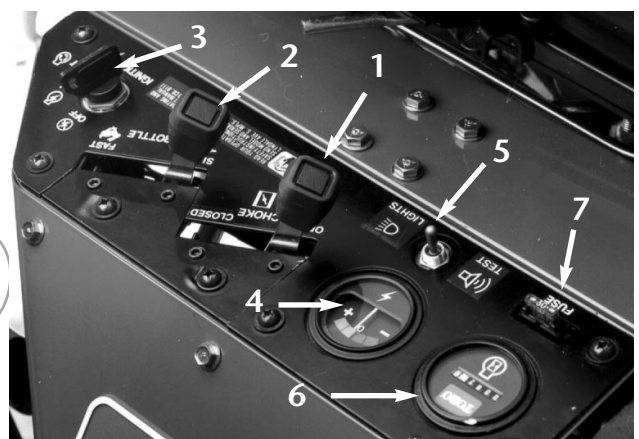

Fig. 6
**COMANDO DEL GAS** (Fig. 6)—Il comando del gas regola il regime del motore. Spingere il comando del gas verso FAST per incrementare il regime, verso SLOW per ridurlo.
**LEVETTA DELL'ARRICCHITORE** (Fig. 6)—Per avviare il motore freddo, chiudere l'arricchitore della miscela spostando in avanti la levetta, in posizione CLOSED. Avviato il motore, regolare in modo da mantenerne la marcia regolare. Non appena possibile, tirare indietro la leva dell'arricchitore, in posizione OPEN. Se il motore è caldo occorre poco arricchitore, o nulla.
**INTERRUTTORE DI ACCENSIONE** (Fig. 6)—Inserire la chiave nell'interruttore e girarla in senso orario, in posizione START per avviare il motore. Rilasciare la chiave non appena il motore si avvia. Per spegnere il motore, girare la chiave in senso antiorario, su OFF.
**AMPEROMETRO** (Fig. 6)—L'amperometro fornisce indicazione della carica e scarica della batteria.
**FUSIBILE** (Fig. 6)—Il fusibile a 20A fa parte del circuito elettrico.
**RIVELATORE DI PERDITE/INTERRUPTORE DEI FARI** (Fig. 6)—Dalla posizione operativa centrale, tirare indietro l'interruttore per verificare il funzionamento dell'allarme di rivelazione fuoriuscite e del ritardo. Spostare in avanti l'interruttore per azionare i fari optional.
**CONTAORE** (Fig. 6)—Indica il totale delle ore di funzionamento della macchina. Il contaore si avvia quando l'interruttore di accensione viene spostato su ON.
**MANIGLIA DI REGOLAZIONE DEL SEDILE** (Fig. 6)—Questa maniglia si trova a sinistra del sedile, e permette di spostare il sedile avanti o indietro di 10 cm.